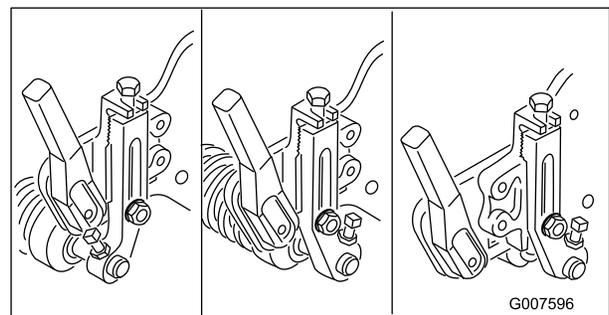

Figura 50
**Nota:** O rolo da frente pode ser colocado em três posições diferentes (Figura 50), dependendo da aplicação e necessidades do utilizador.